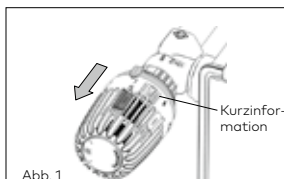
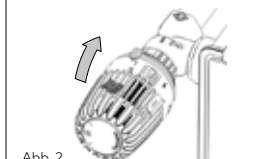

Abb. 1
Abb. 2
Hierzu blauen Sparclip mit dem Daumen bis zum Anschlag zurückziehen (Abb. 1), anheben und herausnehmen (Abb. 2). Der Thermostat-Kopf wird danach auf die gewünschte Temperatur eingestellt, z.B. Mondsymboll = 14°C. Anschließend ist der blaue Sparclip in die Nut **links** neben dem Mondsymboll einzusetzen (Abb. 4) und bis zum Anschlag **vorzuschieben**. Jetzt kann jede Einstel-
Zur Blockierung einer Einstellung **beide Sparclips** mit dem Daumen zurückziehen (Abb. 1), anheben und herausnehmen (Abb. 2). Der Thermostat-Kopf wird danach auf die gewünschte Temperatur eingestellt, z.B. Merkhzahl 3 (20) = 20°C. Anschließend ist der rote Sparclip in die Nut **rechts** neben Merkhzahl 3 (20) einzusetzen (Abb. 5) und bis zum Anschlag vorzuschieben. Danach blauen Sparclip
Anschlagstift aus Parkposition am Kopfunterteil (Abb. 1) entnehmen